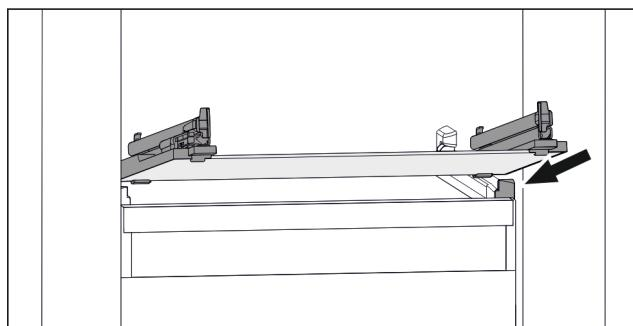

Fig. 139 Beispielhafte Darstellung der Glasplatte
- Glasplatte schräg hinter den Stopfern aufsetzen. (siehe Fig. 139)